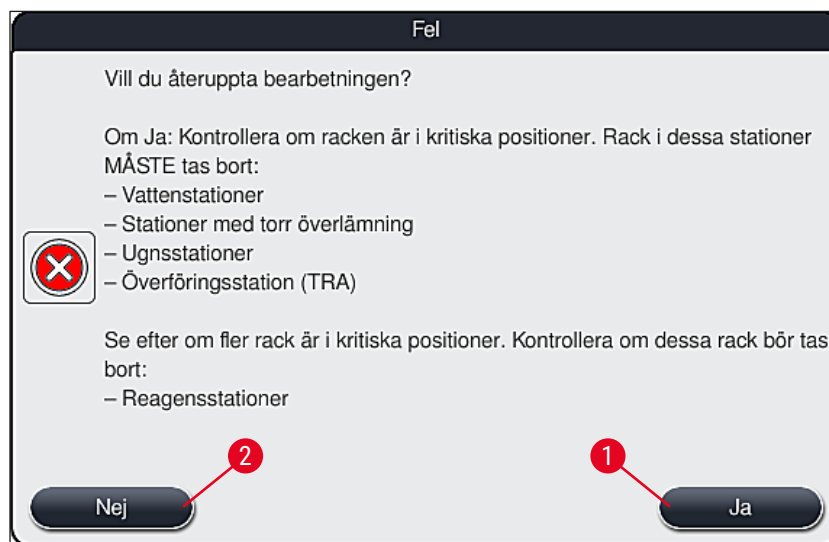

Bild 110
4. Därefter kan användaren välja att återuppta infärgningsprocessen (→ Sida 135 – 8.2.2 Återuppta infärgningsprocessen efter ett strömavbrott) eller avbryta den (→ Sida 136 – 8.2.3 Avbryta alla infärgningsprocesser vid ett strömavbrott) (→ "Bild 110").
2. Avlägsna kritiska rack från instrumentet enligt instruktionerna i det tidigare informationsmeddelandet (→ "Bild 110") och bekräfta borttagningen genom att trycka på motsvarande station (→ "Bild 111-1") på skärmen.
Du kan ångra avbrottet av infärgningen och återgå till den tidigare urvalsmenyn (→ "Bild 110") genom att trycka på knappen **Avbryt** (→ "Bild 112-2").